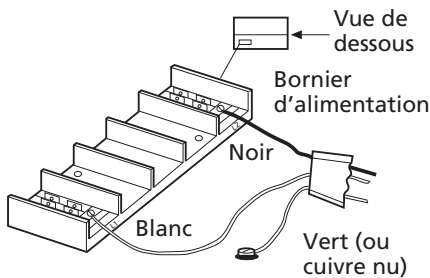

Figure 7
3. Brancher le fil au bornier d'alimentation placé dans la base du radiateur (voir la Figure 7).